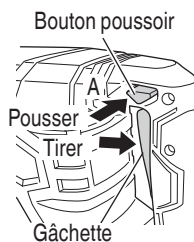

Fig. 7
Si le bouton poussoir est poussé vers « A » alors que la gâchette est enfoncée à fond, cette dernière se bloque et reste activée (ON) même si elle est relâchée, permettant ainsi un fonctionnement en continu. (Fig. 7)